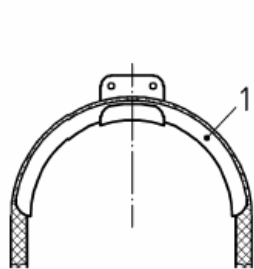

**Bild 16**
**13.10** Bei Anschluss einer Schlauchleitung an sich bewegende Teile ist das Verdrehen des Schlauches zu vermeiden, wenn Bewegung und Biegung in der gleichen Ebene stattfinden. Dies ist durch geeigneten Einbau oder durch konstruktive Maßnahmen zu erreichen (siehe Bild 16).